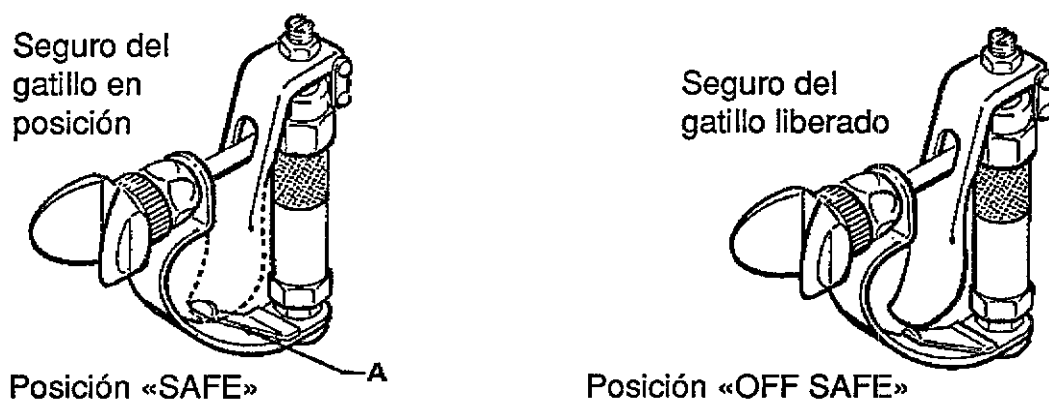

Fig. 2
Siempre que se detenga la pulverización, aun por un tiempo corto, colocar el seguro del gatillo (A). Ver FIG. 2.